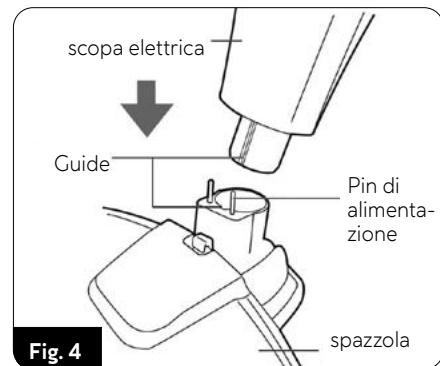

Fig. 4
6. Installare l'elettrospazzola (14) nella presa inferiore dell'impugnatura principale. Prestare attenzione ai delicati perni di alimentazione per non danneggiarli. L'impugnatura principale è dotata di una guida che permette di montare l'elettrospazzola in una posizione corretta (Fig. 4).